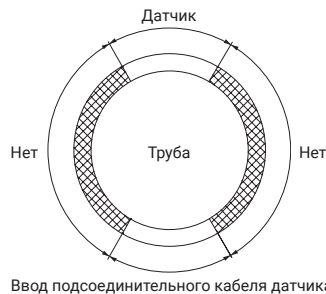

Рис. 8. Датчик и ввод подсоединительного кабеля
- Подсоединительный кабель датчика должен выходить из-под теплоизоляции таким образом, чтобы под теплоизоляцию и ее кожух не проникала влага (рис. 8)